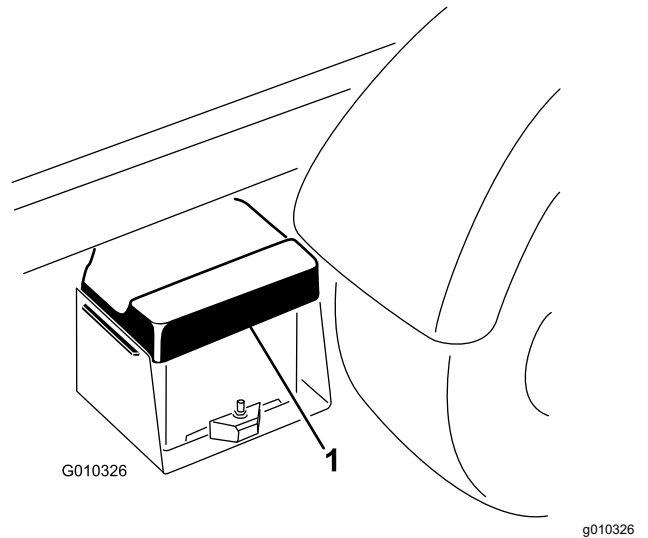

図 3
- B. バッテリーベースからバッテリーを取り外す 図 3。
A. バッテリーカバーを握り込んで、タブをバッテリーベースから外す 図 3。